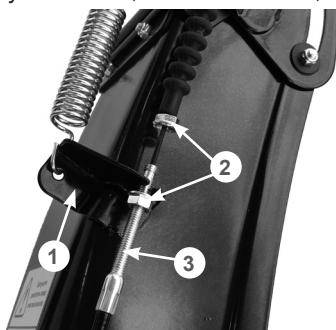

**Рис. 21 Установка наконечника троса управления дефлектором жёлоба**
- вставьте наконечник 1 троса в кронштейн 2 до упора, одновременно продевая трос через прорезь в кронштейне (действие А), после чего прокрутите трос в кронштейне на 90 градусов (действие В), как показано на Рис. 21;